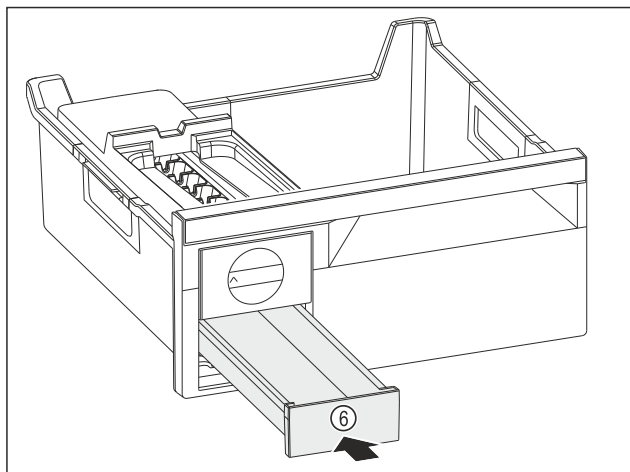

Fig. 92
- ▶ Wsunąć szufladę na kostki lodu Fig. 92 (6).